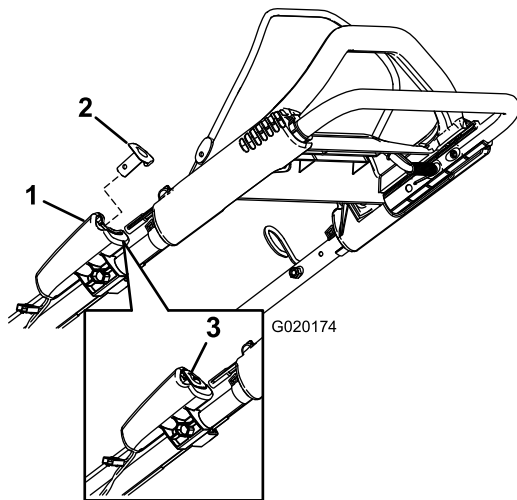

Figura 18
2. Pulse el botón de arranque eléctrico (Figura 18) (modelos de arranque eléctrico solamente) o tire de la cuerda del arrancador de retroceso (Figura 13).
Nota: Si se ha retirado el botón de arranque eléctrico, introdúzcalo en el arrancador eléctrico; consulte Figura 18 (modelo de arranque eléctrico solamente).